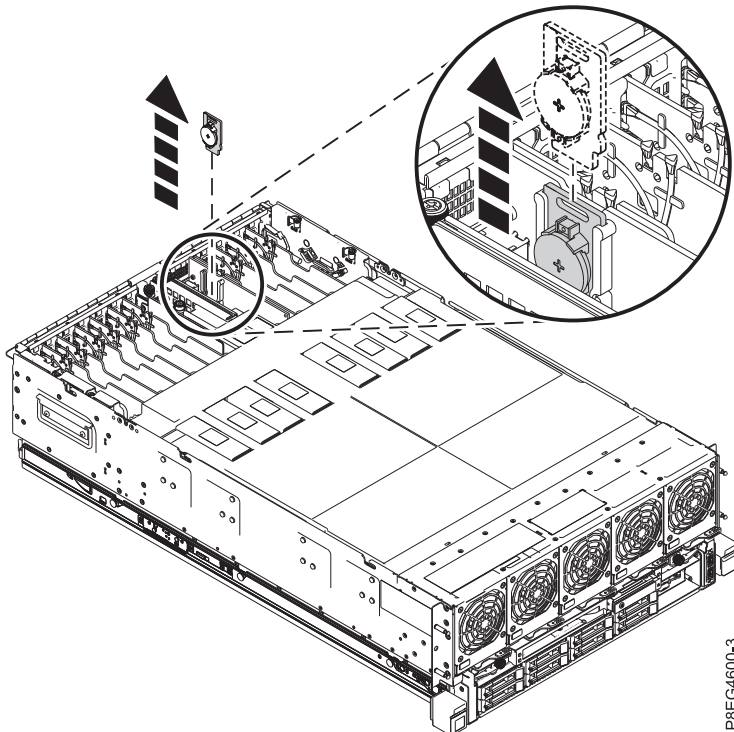

Figure 2. Retrait de la carte de batterie de l'horloge de l'emplacement P1-C5-C1
2. Saisissez la carte de batterie de l'horloge par le boîtier supérieur et sortez-la de son compartiment qui se trouve à l'emplacement P1-C5-C1 sur la carte du processeur de service comme illustré à la figure 2.